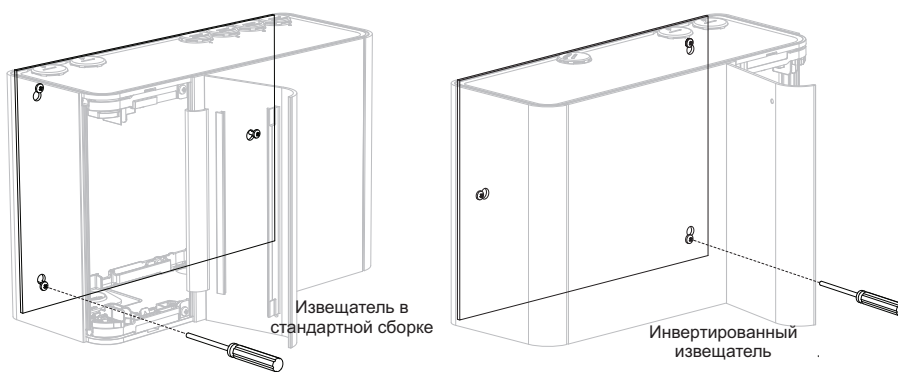

Рис. 4-31: Стопорный винт
12. Вставьте винт М4 на конце меньшего диаметра в левой нижней петле исвещателя или правой нижней петле в случае инвертированного исвещателя (Рис. 4-31).